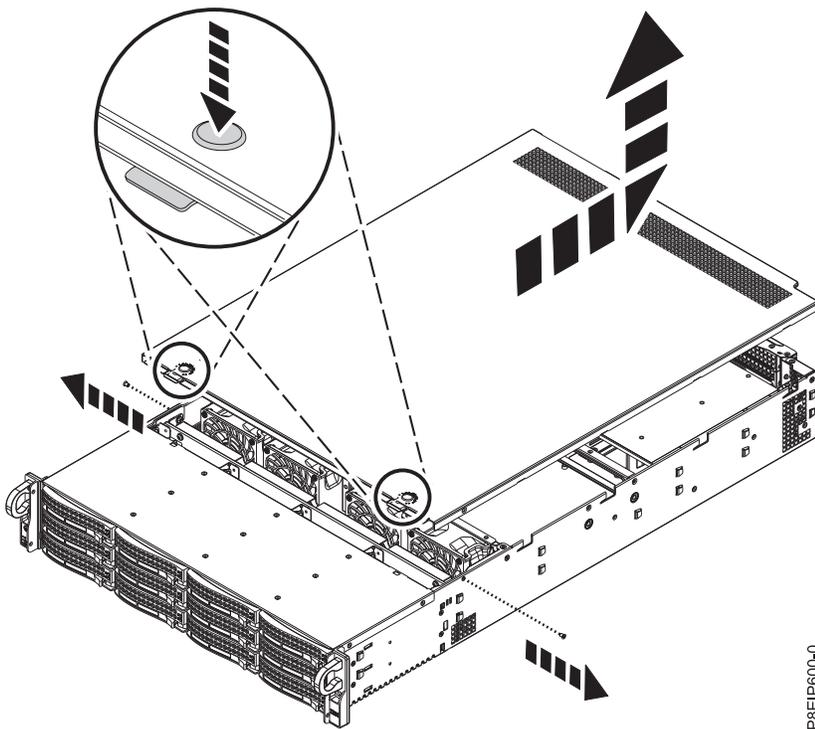

図 95. カバーを解放して開く
3. トップ・カバーの両方のボタンを押してラッチを解放し (図 95 を参照)、カバーが止まるまで約 1 cm 後方に押します。 ボタンを簡単に押し込めない場合は、ボタンの真下のドライブを部分的に取り外します。